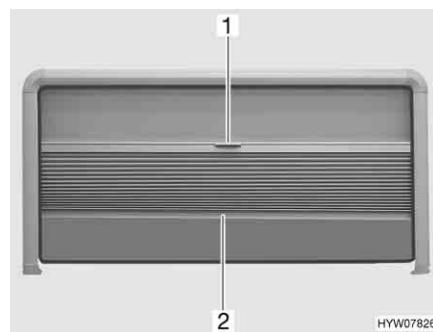

Fig. 28 Tendina oscurante pieghevole e zanzariera a rullo (finestra apribile)
- Afferrare la tendina oscurante pieghevole al centro dell'asta di chiusura (Fig. 28,2) e tirare delicatamente verso il basso.
- Tenere la parte centrale dell'asta di chiusura (Fig. 28,2) della tendina oscurante pieghevole e spingere quest'ultima verso l'alto con cautela.
- Tirare la zanzariera a rullo verso il basso utilizzando la maniglia (Fig. 28,1).
- Spingere la zanzariera a rullo completamente verso l'alto utilizzando la maniglia (Fig. 28,1).